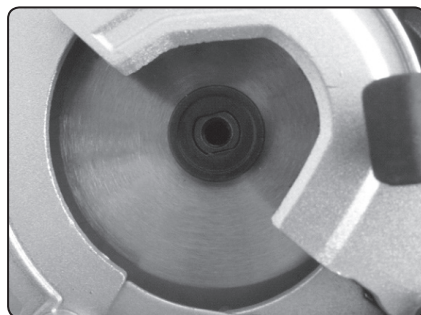

Abb. 11E
5. Um ein neues/anderes Sägeblatt zu montieren, kehren Sie die Reihenfolge der Schritte um. Das Sägeblatt muss mit den Zähnen so montiert werden, dass der auf dem Blatt markierte Pfeil in Richtung des Pfeils auf der Werkzeugabdeckung zeigt. Sobald das Sägeblatt auf die Spindel der Säge gesetzt ist, setzen Sie auch die Spannunterlage auf, wie in Abbildung 11E gezeigt, und sichern Sie sie mit der Schraube und der Unterlegscheibe, indem Sie sie mit einem Inbusschlüssel anziehen (Abbi. 11F), wobei die Spindeldrehung gesperrt ist.